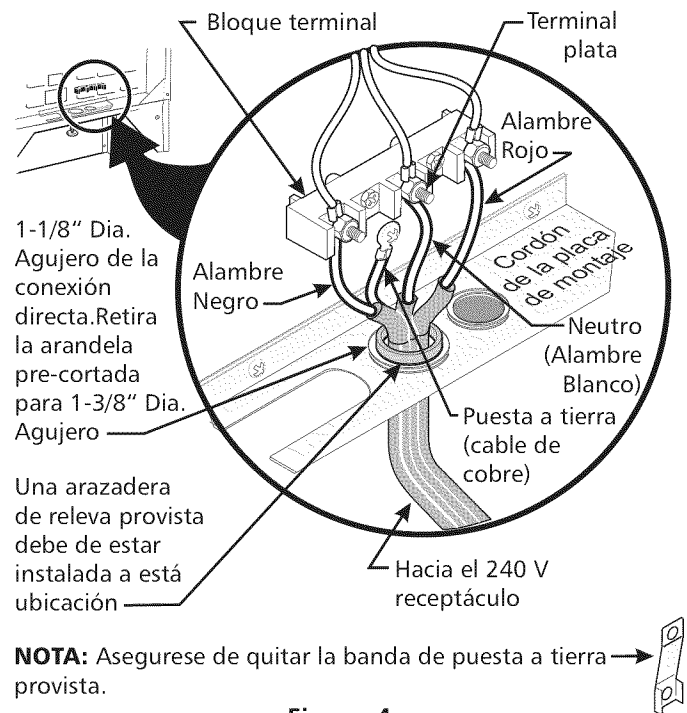

Figura 4
Para las casas sobre ruedas, las nuevas instalaciones, en los vehículos de recreación o en las áreas donde los códigos locales no permiten la conexión del conductor a tierra al neutro, un ensamblaje de suministro eléctrico de 4 conductores para estufas, clasificado a 125/250 voltios mínimo, 40 amperios mínimo, debe de ser utilizado (vea Figura 4).
4. Conecte el alambre de puesta a tierra (verde) del cordón eléctrico de cobre al marco del artefacto con el tornillo de puesta a tierra, usando el agujero en el marco donde se quitó el tornillo de puesta a tierra (vea figura 4).
6. Reponga las 3 tuercas sobre el bloque terminal (vea figura 4).
Si el aparato está conectado directamente al cortacircuito, a la caja de fusibles o a la caja de empalmes, use un cable blindado flexible o no metálico recubierto de cobre (con alambre a tierra). Provee una abrazadera relevo de anclaje homologado UL a cada extremidad del cable. A la extremidad del electrodoméstico, el cable pase a través del agujero de la conexión directa (vea figura 4) en el cable de la placa de montaje. El tamaño de los alambres (**alambre de cobre solamente**) y las conexiones deben estar conforme al régimen del electrodoméstico.